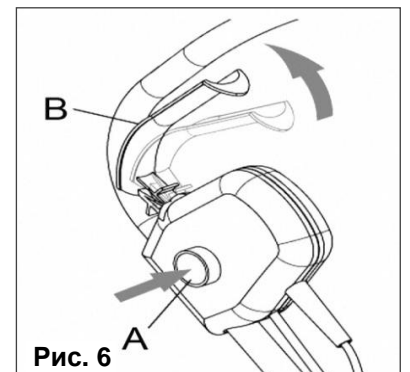

Рис. 6
- Для включения культиватора нажмите на кнопку блокировки от случайного пуска (А)(См. Рис. 6).
- Не отпуская кнопку блокировки (А), прижмите рукоятку выключателя (В) к ручке управления (См. Рис. 6).